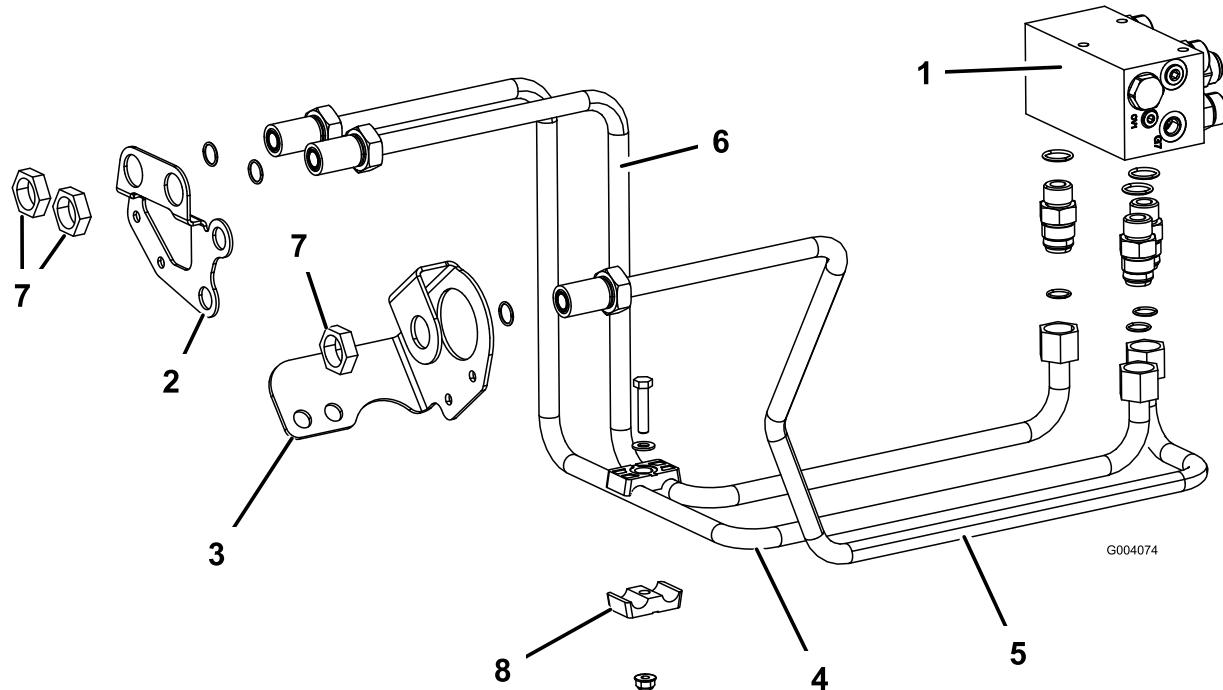

Figura 9
1. Enrute el tubo hidráulico, pieza n.º 108-7624, desde el acoplamiento izquierdo del colector, marcado "RF", hasta el orificio derecho del tabique derecho del bastidor (Figura 9).
2. Sujete el extremo trasero del tubo hidráulico al acoplamiento del colector y el extremo delantero al soporte del tabique usando una contratuerca (Figura 9).
3. Enrute el tubo hidráulico, pieza n.º 108-7626, desde el acoplamiento central del colector, marcado "REV", hasta el orificio del tabique izquierdo del bastidor (Figura 9).
5. Enrute el tubo hidráulico, pieza n.º 108-7625, desde el acoplamiento derecho del colector, marcado "LF", hasta el orificio izquierdo del tabique derecho del bastidor (Figura 9).
7. Sujete las 2 líneas del tabique derecho con las abrazaderas, un tornillo (5/16" x 1½"), una arandela plana (0,344 x 0,688) y una contratuerca (5/16") (Figura 9).